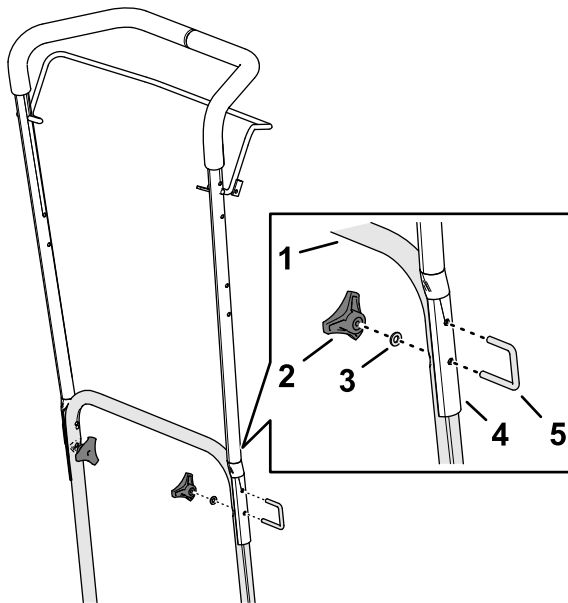

Рисунок 8
1. Вирівняйте отвори верхнього руків'я з отворами нижнього руків'я (Рисунок 8).